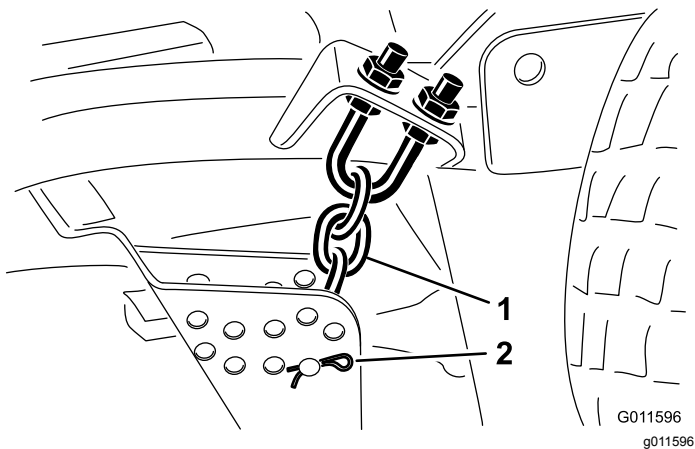

Рисунок 21
- Снимите шплинт и шплинтуемый штифт, которые крепят цепи регулировки высоты скашивания к задней части деки газонокосилки (Рисунок 21).